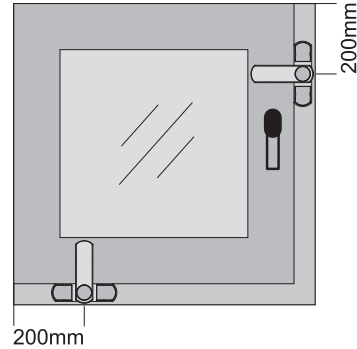

Abbildung 2: Empfohlene Montageposition
1. Schließen Sie das Fenster oder die Fenstertür und ermitteln Sie die Montageposition (siehe dazu Abbildung 2).
- Sollte die Diagonale des Fensters 1 m überschreiten, empfiehlt es sich, eine zweite Sicherung anzubringen (siehe Abbildung 2).